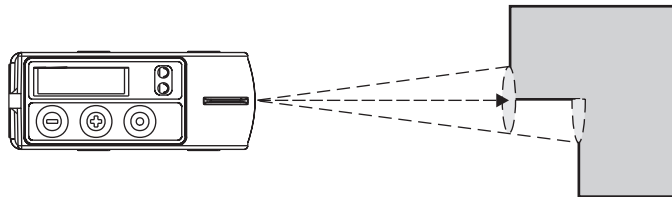

Ilustración 2 Distancia no inequívoca
- o Si el spot óptico no se encuentra exactamente en el mismo plano que el objeto de medición, la distancia no quedará inequívocamente definida y se pueden producir anomalías de funcionamiento (véase *Ilustración 2 Distancia no inequívoca*). En caso necesario, se deberá utilizar una señal de disparo o una función de sincronismo.